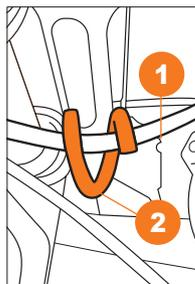

Рис. 12.1
- Зафиксируйте трос регулировки выброса снега 1 с помощью специальной петли 2 (Рис. 12.1).